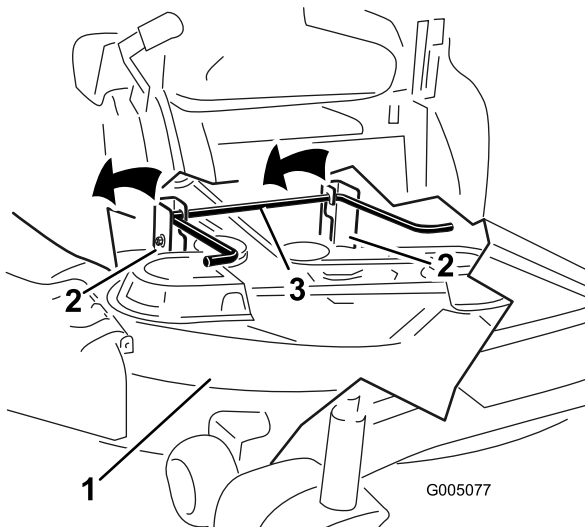

Bild 68
5. Heben Sie das Mähwerk und die Hängeprofile über die hintere Hubstange und senken Sie das Mähwerk vorsichtig auf den Boden ab (Bild 68).
- Heben Sie das Heck des Mähwerks an und führen Sie die Hängeprofile über die hintere Hubstange (Bild 68).